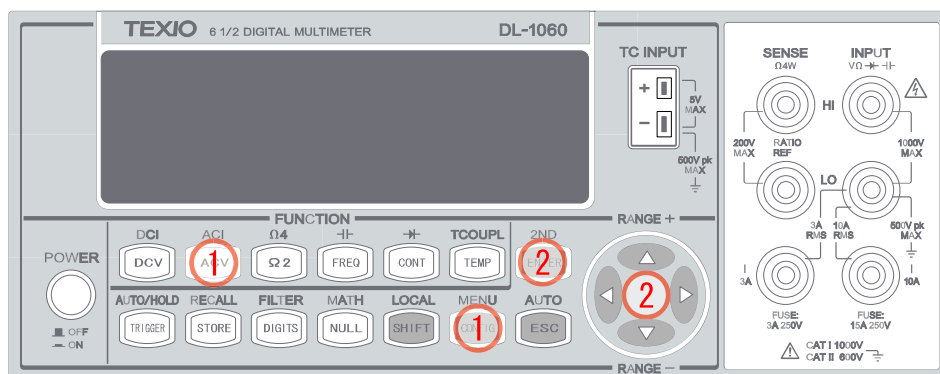

図 3-2
- ① ACV ボタンを押し、次に CONFIG ボタンを押します。
- ②  $\leftarrow \rightarrow$  ボタンで、"BAND WIDTH"を選択し ENTER を押します。3Hz、20Hz、200Hz の中から選択し ENTER を押します。これらの操作は図 3-2 に示します。